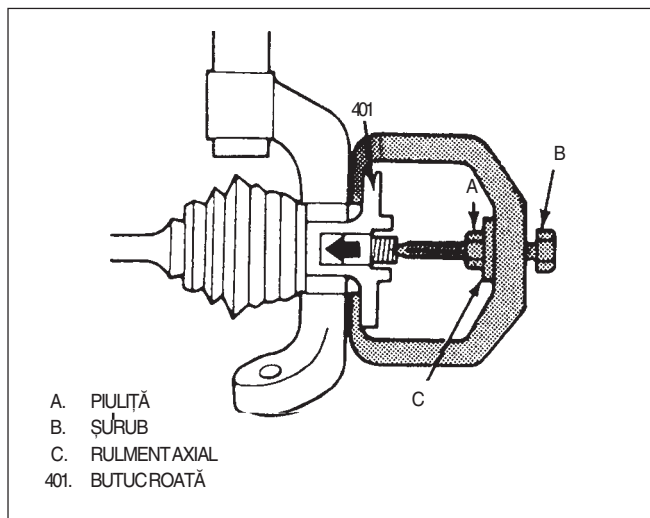

Fig. 40 Arborele de transmisie din butucul roții
- 9) Împingeți arborele de transmisie din butucul roții (fig. 40).
- 2) Arborele de transmisie în rulmentul din butuc cu pivotul (fig. 40).